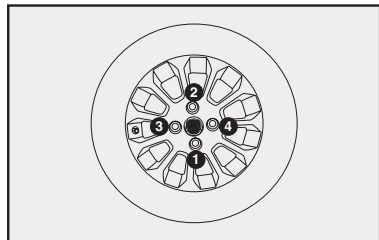

fig. 9
13) Apriete a fondo los tornillos, pasando de un tornillo al otro diametralmente opuesto siguiendo el orden ilustrado en la fig. 9.